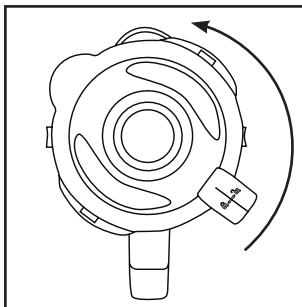

Abb.1
- 2) Entfernen Sie den Deckel **2**, indem Sie ihn so weit gegen den Uhrzeigersinn Richtung Position ↻ drehen (siehe Abb. 1), bis Sie ihn nach oben abziehen können.